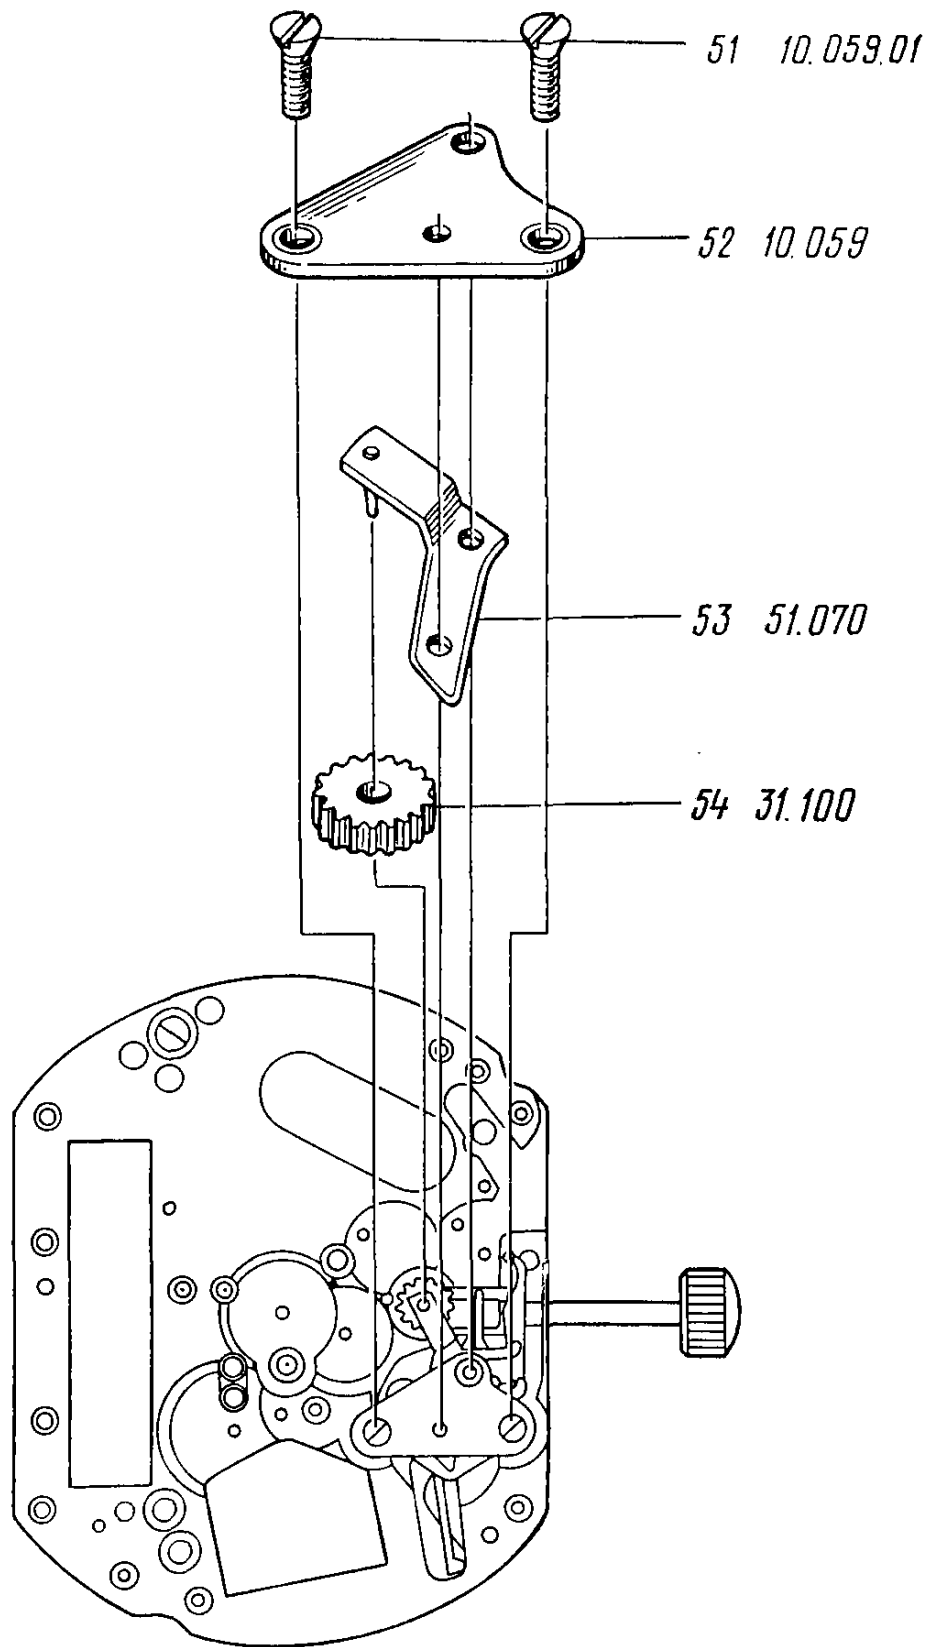

Рис. 152
54. Отвернуть и снять винты 51 моста колеса переводного (рис. 152)